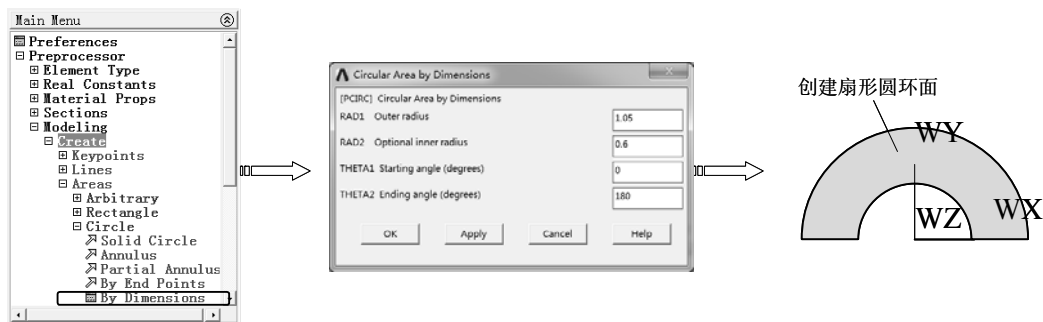

图 7-127 创建扇形圆环面
6) 选择“Main Menu>Preprocessor>Modeling>Create>Areas>Circle>By Dimensions”命令，弹出“Circular Area by Dimensions”对话框，在“RAD1”和“RAD2”文本框中分别输入圆环的外径 1.05 和内径 0.6，在“THETA1”和“THETA2”文本框中分别输入圆环的起始角度 0 和终止角度 180，单击“OK”按钮创建圆环面，如图 7-127 所示。